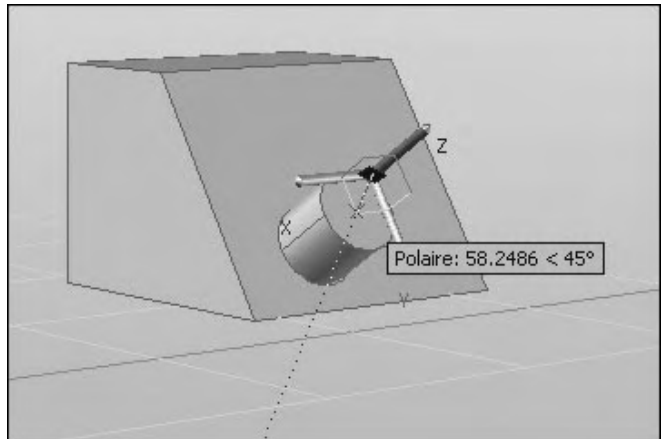

Fig.7.31
- 7 Cliquez ou entrez une valeur pour spécifier la distance du déplacement (fig.7.31).